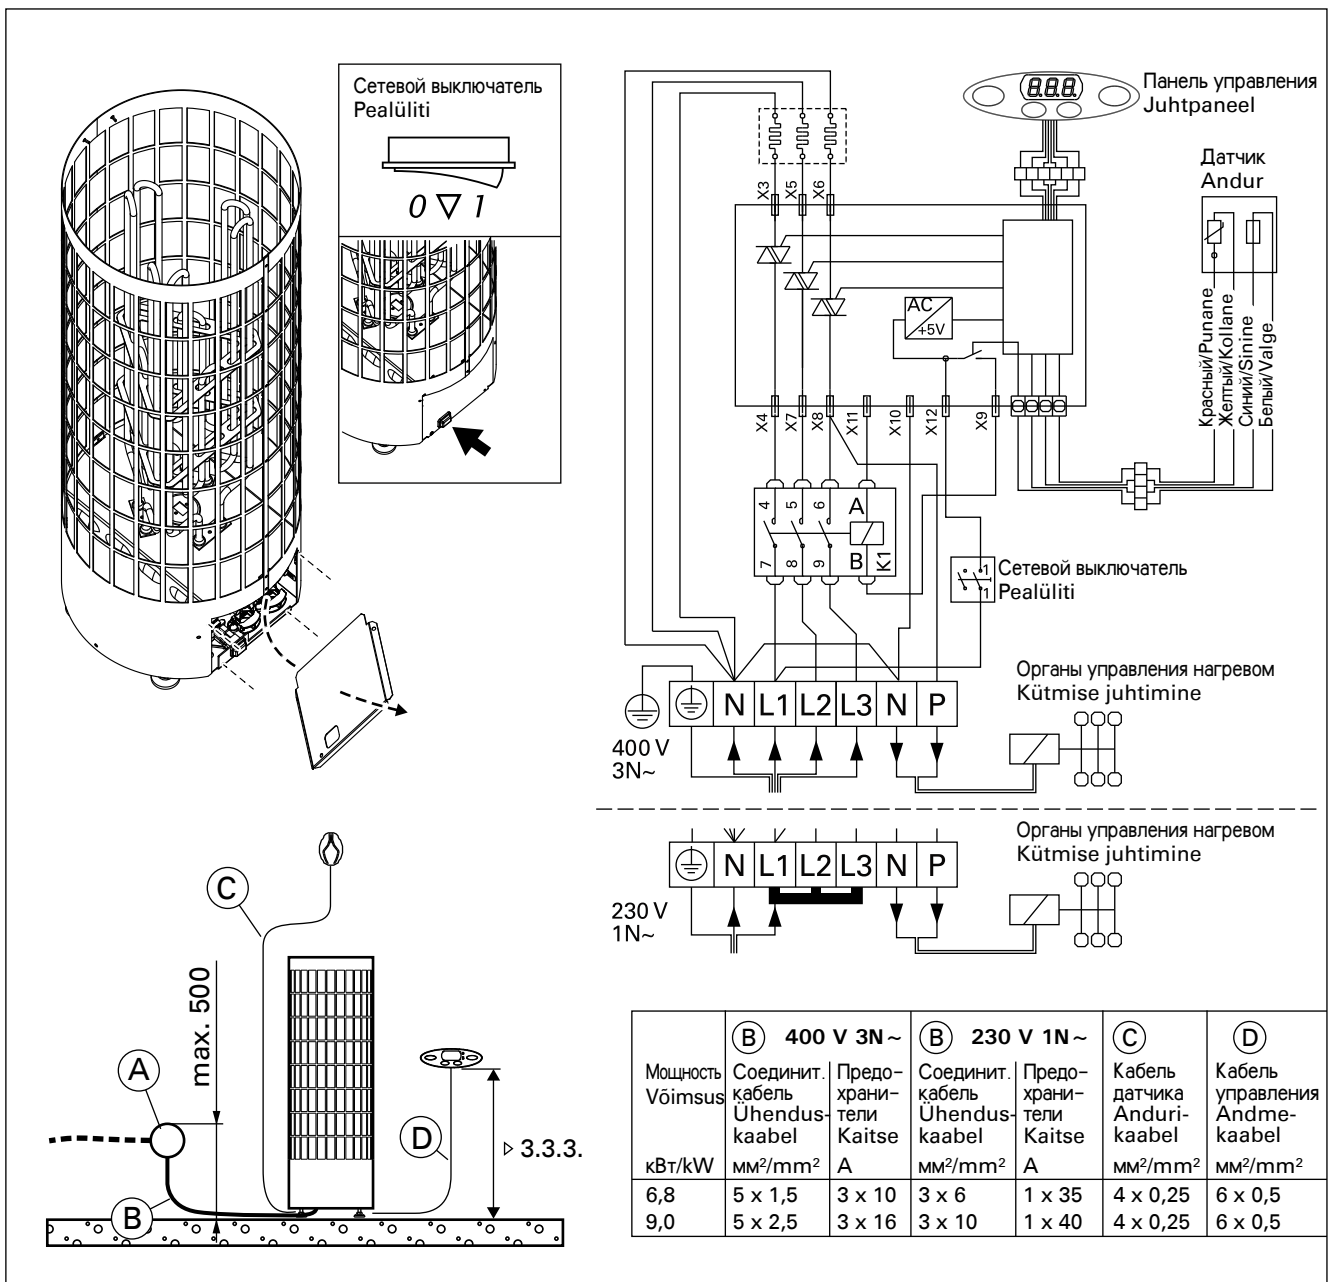

Рисунок 7. Электромонтаж
- Каменка гибким проводом подсоединяется к соединительной коробке (рис. 7: A) на стене сауны. Соединительная коробка должна быть брызгозащищенной и находиться на расстоянии не более 500 мм от пола.
- В качестве кабеля (рис. 7: B) следует использовать резиновый кабель типа HO7RN-F или подобный. **ВНИМАНИЕ! Использование кабеля с ПВХ-изоляцией запрещено вследствие его разрушения под воздействием тепла.**
- Кроме клемм питания каменки оснащены также клеммой (P), которая делает возможным управление электрическим нагревом (рис. 7). Управляющее напряжение передается от каменки, когда она включена. Кабель управления электронагревом подводят прямо к соединительной коробке каменки и дальше с помощью резинового кабеля, равного по сечению соединительному кабелю, к клеммнику.
Закрепите панель управления следующим образом (см. рис. 7):
3. Вставьте свободный конец кабель управления в разъем нагревателя по принципу цветового соответствия (рис. 7: C).